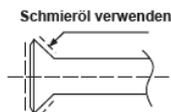

Abb. 19
- Fetten Sie die Oberfläche des Rohres und die Bördelmuttern mit Schmieröl und schrauben Sie 3 - 4 Drehungen mit der Hand, bevor Sie die Bördelmuttern anziehen. (Siehe Abb. 19)